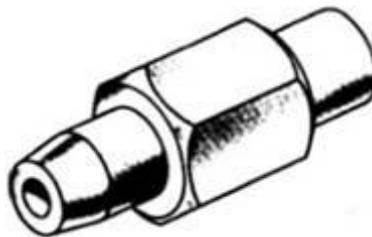

Рис. 6. Наконечник
6. Объединив все полученные сведения, устанавливаем общую форму предмета (рис. 6). Она представляет собой сочетание усеченного конуса, цилиндра, шестиугольной призмы, цилиндра и усеченного конуса, расположенных на общей оси. Вдоль оси детали проходит цилиндрическое сквозное отверстие.